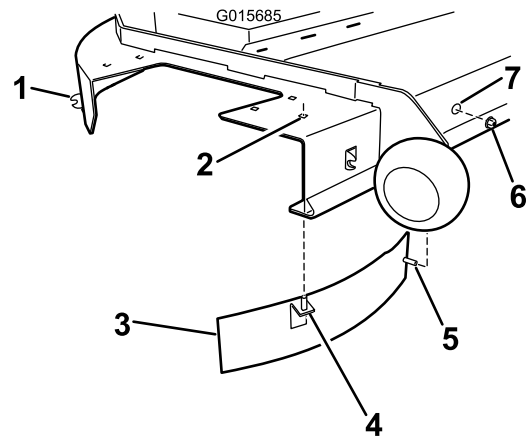

Bild 6
4. Befestigen Sie ein Ablenkblech am Mähwerk (Bild 6). **Verwenden Sie ein gerades Ablenkblech für 121,9 cm Mähwerke (48"). Verwenden Sie ein gebogenes Ablenkblech für 137,2 cm Mähwerke (54").** Fluchten Sie die vertikale Strebe am Ablenkblech innen im Mähwerk aus. Drehen Sie das Ablenkblech, bis die horizontale Strebe mit dem Loch in der Vorderwand des Mähwerks ausgefluchtet ist. Befestigen Sie es mit einer Sicherungsmutter an der Vorderwand des Mähwerks.